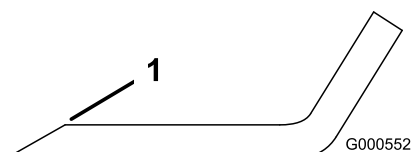
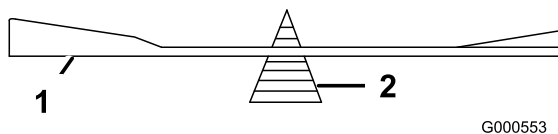

Figura 46
Figura 47
1. Affilate i taglienti da entrambe le estremità della lama con una lima (Figura 46). Rispettate l'angolazione originale. La lama conserva il proprio equilibrio soltanto se viene rimossa una quantità uguale di materiale da entrambi i taglienti.
2. Controllate l'equilibrio della lama posizionandola su un bilanciatore (Figura 47). Se la lama rimane in posizione orizzontale, è bilanciata e può essere utilizzata. Se la lama non è bilanciata, limate del metallo soltanto dalla costa (Figura 46). Ripetete la procedura finché la lama non è perfettamente bilanciata.